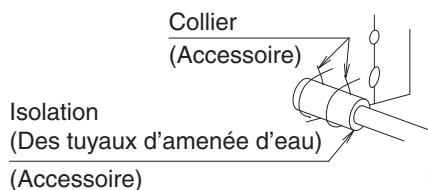

Fig. 10
Après avoir vérifié que les raccords des tuyaux d'amenée d'eau ne fuient pas, isolez-les avec l'isolant fourni comme indiqué sur la Fig. 10. (Serrez chaque bord avec un collier.)
**(Reportez-vous à la Fig. 10)**